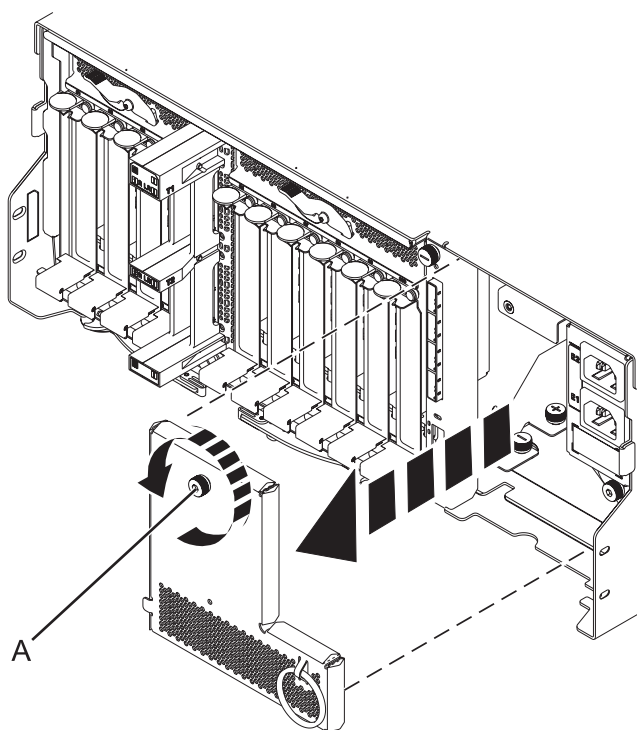

Figure 70. Retrait de la plaque d'alimentation
10. Retirez la plaque d'alimentation en tournant la vis moletée (A) et en ôtant la plaque du système, comme indiqué dans la figure 70.